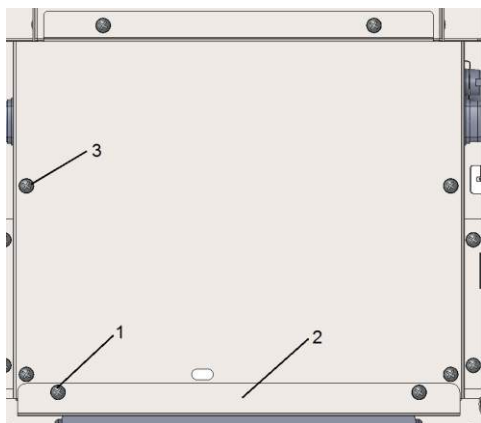

Рисунок 10 - демонтаж стенки
- отвернуть 2 самореза (1) и снять планку (2), см. рисунок 10;
- отвернуть шесть саморезов (3), см. рисунок 10, снять стенку вместе с теплоизоляцией;